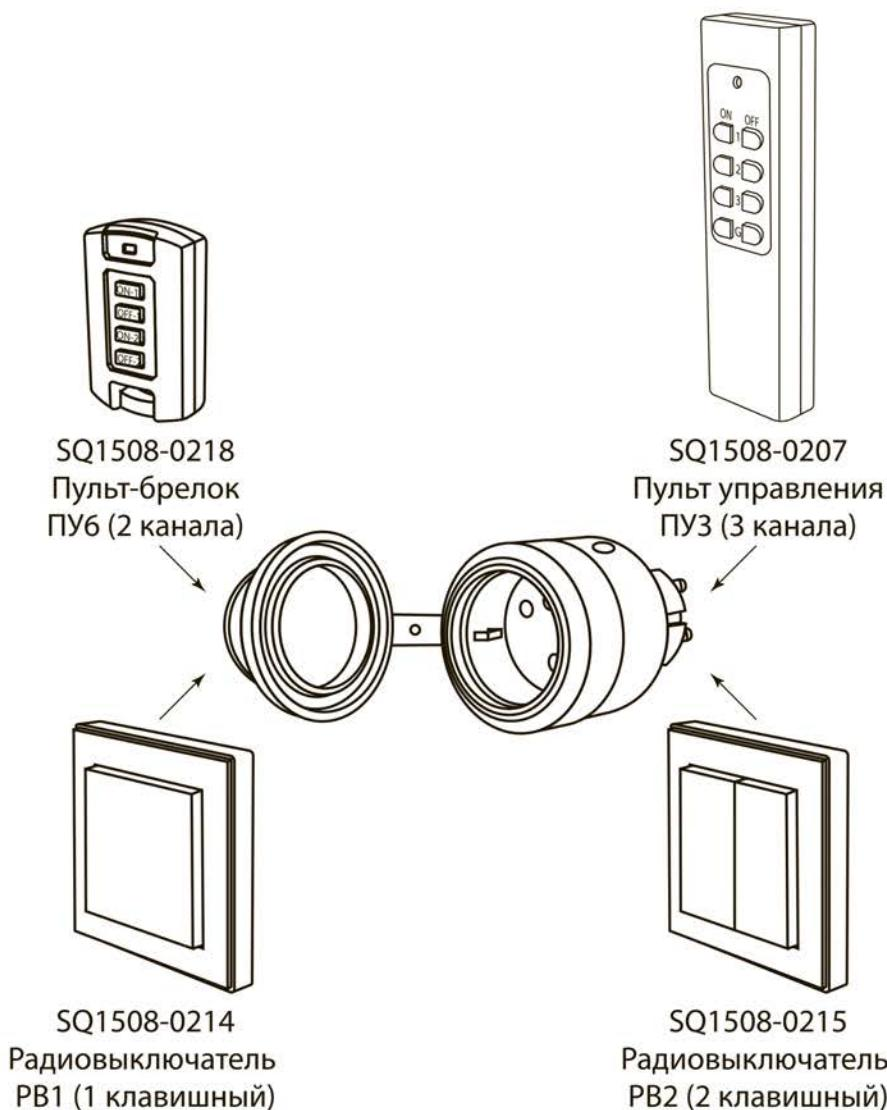

Рисунок 3. Подключение приемников РЗК к пультам и радиовыключателям
6.3. К приемникам РЗК можно подключить параллельно до 5 разных передатчиков (пультов и радиовыключателей) из линейки «Уютный дом» - рисунок 3.